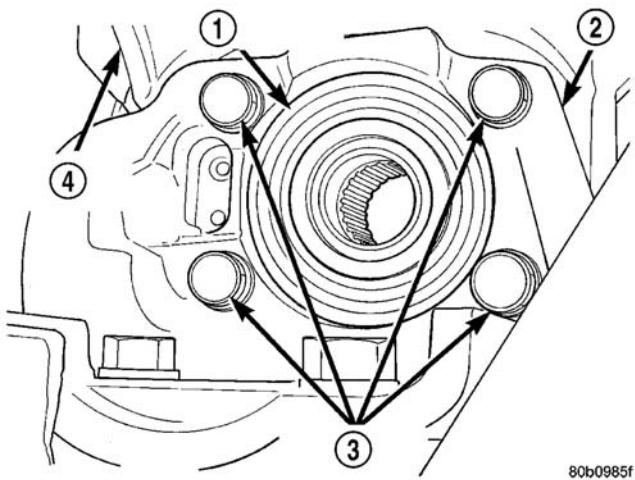

图 13 轮毂 / 轴承固定螺栓
(15) 卸下轮毂 / 轴承至桥的固定螺栓 (图 13)。
(2) 安装轮毂 / 轴承固定螺栓。以逐步交叉方式紧固 4 个轮毂 / 轴承固定螺栓 (图 13), 直至制动钳适配器和轮毂 / 轴承垂直入位到桥上。然后紧固轮毂 / 轴承固定螺栓至 $129\text{N}\cdot\text{m}$ (95 ft.lbs.) 的扭矩。